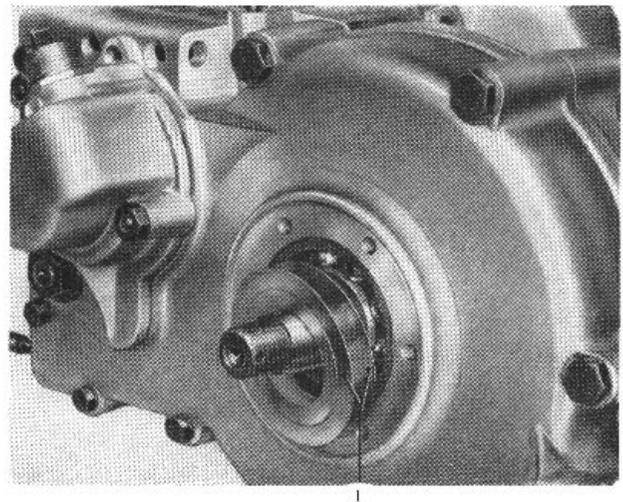

Bild G 35. Ermittelte Ausgleichscheiben
19. Ausgleichscheiben auflegen (Bild G 35).